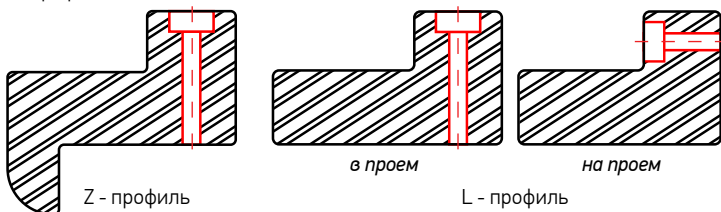
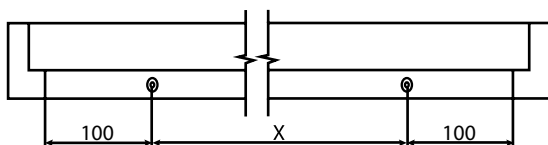

Рис.1
Рис.2
- 2) В профилях рамы просверлить монтажные отверстия (Рис.1). Кол-во отверстий можно определить по таблице №1. Первое и последнее монтажные отверстия находятся на расстоянии 100мм от внутренних угловых линий обеих сторон (Рис.2). Часть X должна быть равномерно распределена с оставшимся числом отверстий. Если имеется только одно монтажное отверстие на профиле длиной < 400 мм, его следует просверлить по середине профиля.